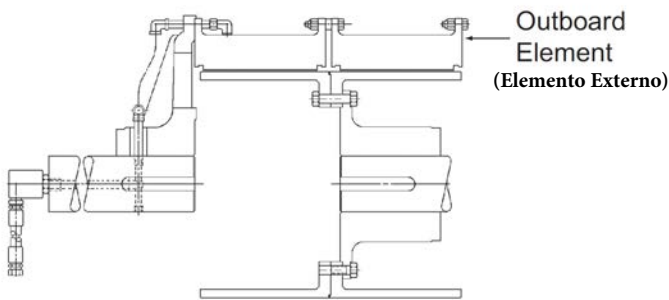

Figura 3
2.1.1 **Figura 3** Ilustra la holgura de la disposición de montaje. En esta disposición, el elemento está unido a una araña que normalmente se monta en el eje conducido. La holgura entre los dos ejes, permite que el elemento y tambor pueda ser retirado sin entorpecer a ninguno de los ejes.